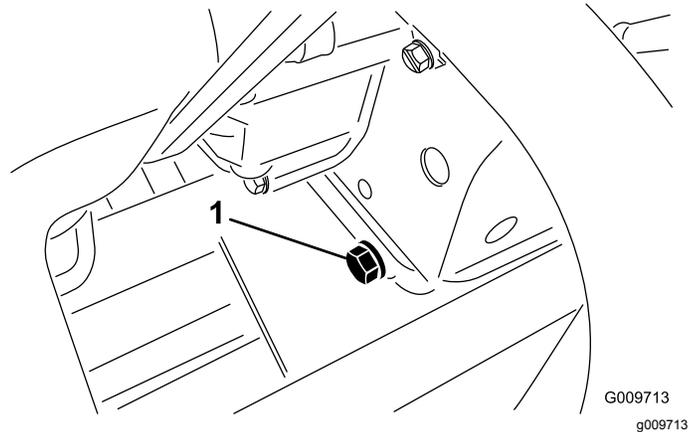

Figura 30
1. Retire el tapón de vaciado trasero (Figura 30) y deje fluir el aceite a un recipiente apropiado. Cuando el aceite deje de fluir, coloque el tapón de vaciado.